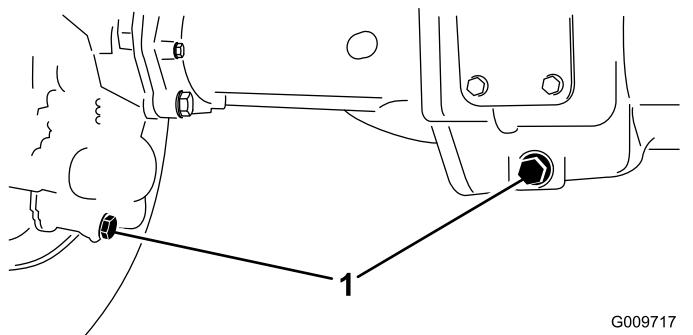

図 69
2. ドレンプラグ図 69 左右端に個と中央に個、全部で3個あるの周辺をきれいに拭く。